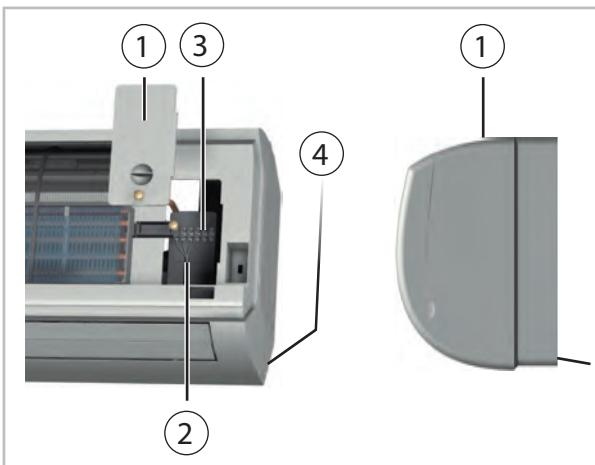

Abb. 14: Anschluss des Innengerätes
2. ➤ Lösen Sie die Abdeckungen auf der rechten Seite (Abb. 14).
3. ➤ Klemmen Sie die bauseits verlegte Steuerleitung an den Klemmen an (Abb. 14).